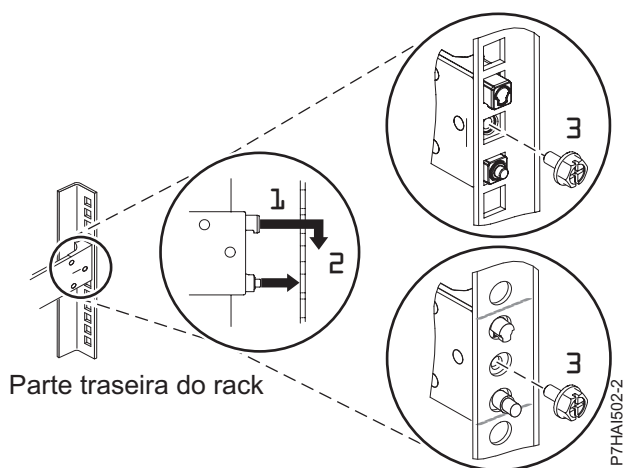

Figura 20. Alinhando e Encaixando os Pinos nos Orifícios na Parte Traseira do Rack
3. Alinhe os dois pinos localizados na parte traseira do trilho deslizante com os orifícios da parte superior e inferior dentro da unidade EIA selecionada que foram marcados anteriormente. Puxe o trilho deslizante em sua direção para inserir os dois pinos nos orifícios do rack (1) e abaixe o trilho deslizante para baixo (2) para encaixar o gancho no pino superior. Para obter detalhes, consulte Figura 20. Assegure-se de que os dois pinos apareçam através dos orifícios do rack antes de prosseguir para a próxima etapa.